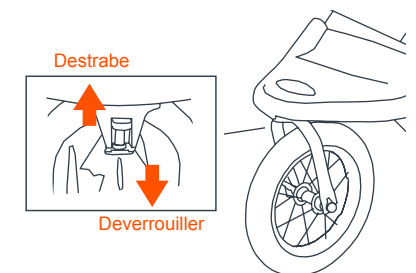

Fig. 12
- 12) • Le roue avant est équipée d'un dispositif de verrouillage pour les bloquer de pivoter. Levez le levier roue pour engager le verrou et poussez le levier vers le bas pour décaler le dispositif de verrouillage (Fig. 12).